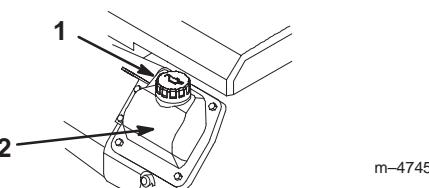

Bild 5
8. Machen Sie, wenn der Ölstand niedrig ist, rund um den Ölfülldeckel sauber und entfernen Sie den Deckel (Bild 5).